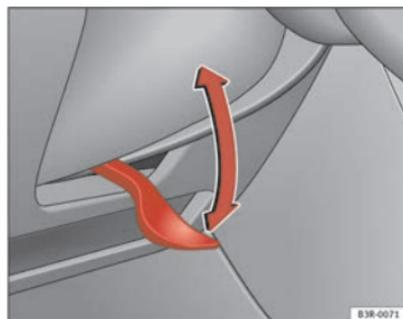

Fig. 134 Palanca debajo de la columna de dirección
- Tire de la palanca ⇒ fig. 134 hacia abajo ⇒ ⚠